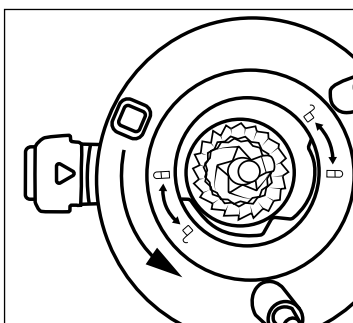

Abb. 4 - Mahlring entriegelt
- 4) Drehen Sie den Mahlring gegen den Uhrzeigersinn, indem Sie ihn am kleinen Henkel greifen, um ihn zu entriegeln (s. Abb. 4).